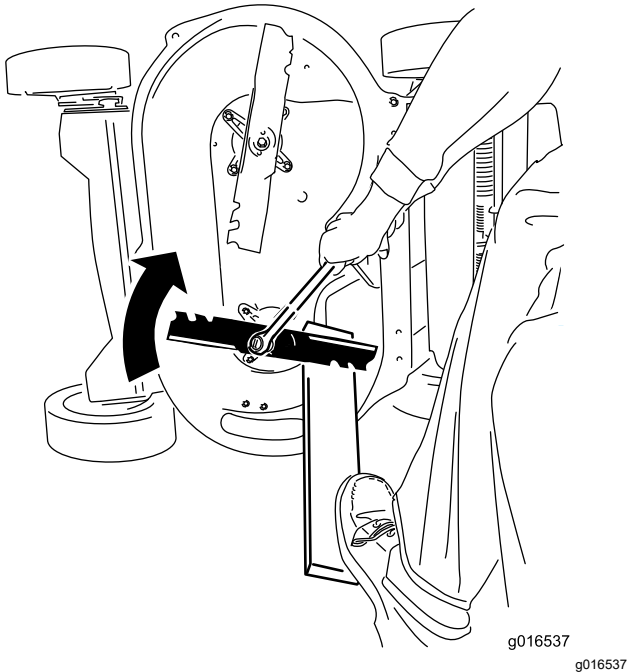

Figura 38
- Apoye cada cuchilla en un trozo de madera, y gire el perno de la cuchilla en el sentido de las agujas del reloj con una llave dinamométrica, según se muestra en Figura 38; apriete el perno de cada cuchilla a 82 N·m (60 pies-libra).